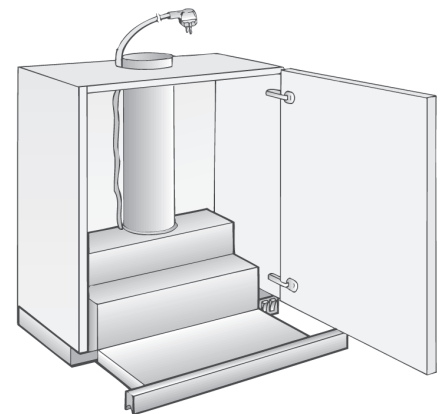

Рис. 9
3. Выровняйте и прикрепите прилагаемые крепежные планки (рис. 9).
⚠ Обратите внимание на толщину боковых стенок шкафа (16 или 19 мм). Рис. 9. Размер X.